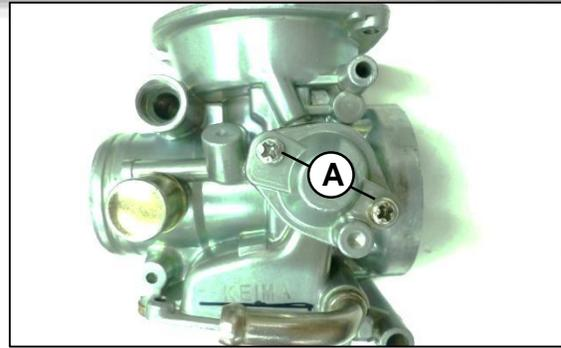

Fig. 28
Retirar los tornillos (A) de la válvula de cierre. **Fig. 28**